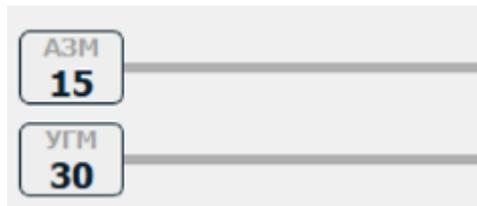

Рисунок 26 – Панель установки скорости
3.3.3.2.4.2 Панель установки скорости (рисунок 26)